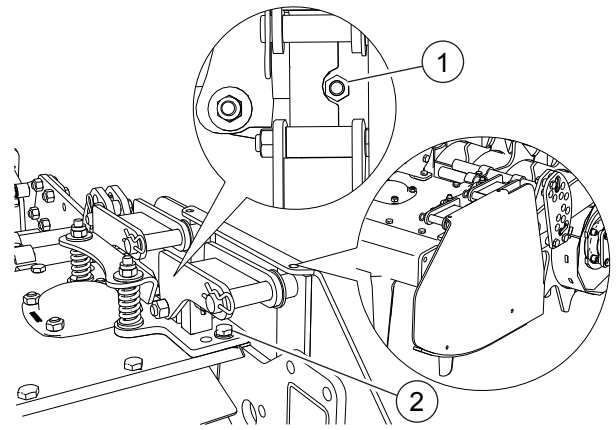

FIG. 15
- Die Schraubenmutter festdrehen (1, "Fig. 15").
- Die Schrauben eindrehen (2).